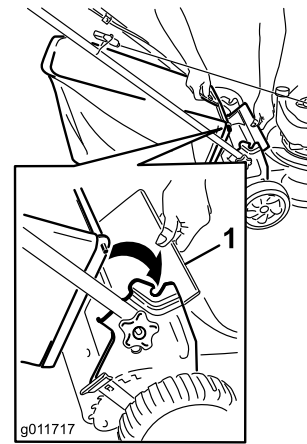

Bild 21
1. Heben Sie das hintere Ablenkblech an (Bild 21).
2. Haken Sie den Fangkorbgriff in die Kerben an den Griffhalterungen ein (Bild 21).